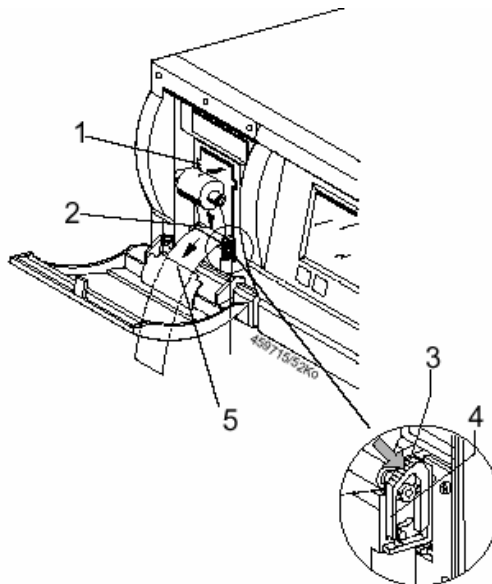

Fig 7: Voorzijde VSM
3. Breng een nieuwe papierrol aan met de kunststofas in de papierbak (Fig 7, Pos. 1).
4. Schuif het papier in het printmechanisme (Fig 7, Pos. 2). Het papier wordt nu automatisch verder gevoerd.
5. Indien noodzakelijk kan u na het printen met de schakelaar (Fig 7, Pos. 3) het papier uitlijnen. Hierna dient de schakelaar opnieuw in zijn oorspronkelijke toestand te worden geplaatst. (Fig 7, Pos. 4).
6. Voer nu het papier door de voorziene gleuf in het printerdeksel (Fig 7, Pos. 5) en sluit dit opnieuw.